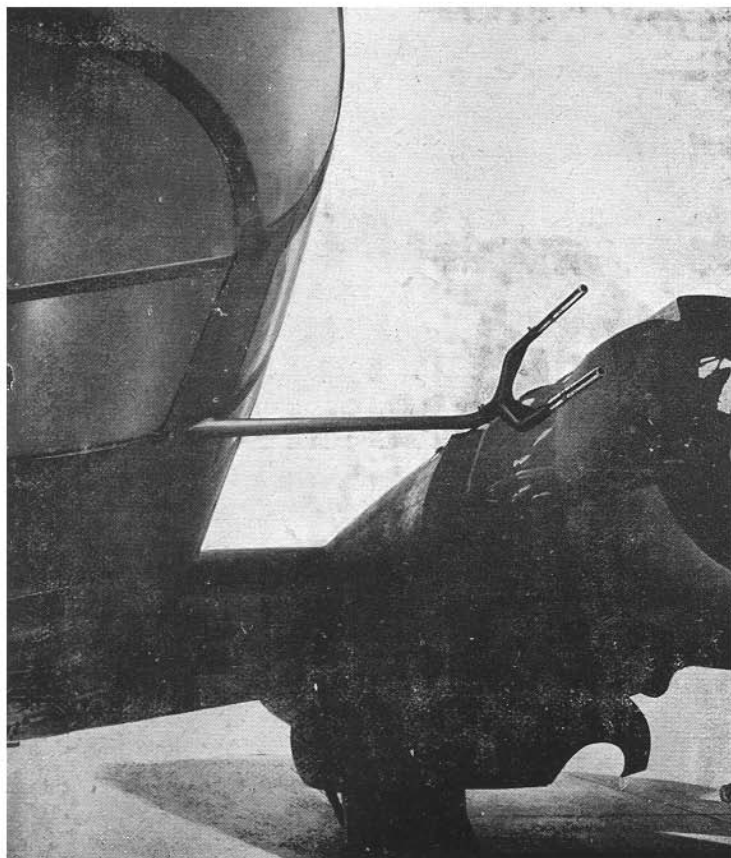

Fig. 58
Nel musone, e precisamente nella parte sinistra della cabina di puntamento, è sistemata un'asta portante i due tubi Pitot riscaldati elettricamente (fig. 58) che forniscono la pressione dinamica e statica per il funzionamento di tre indicatori di velocità (anemometri). (2)